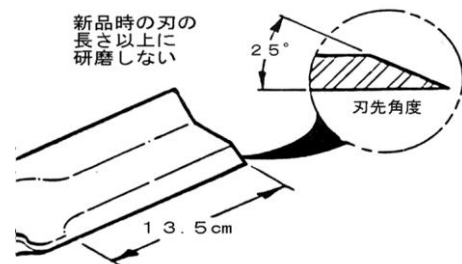
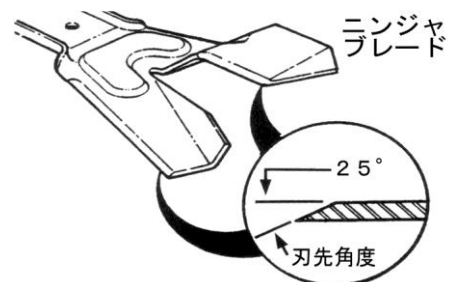

図6-3
図6-3-1
4. グラインダで $22^{\circ}$ ～ $28^{\circ}$ 位に研磨します。刃の長さは端から約13.5cmにします。(図6-3)(図6-3-1)